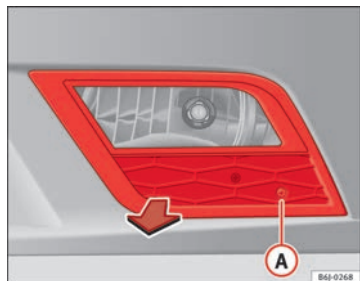

Fig. 166 Projecteur antibrouillard
- Retirez la vis ⇒ fig. 166 (A) de la grille du projecteur antibrouillard à l'aide d'un tournevis.